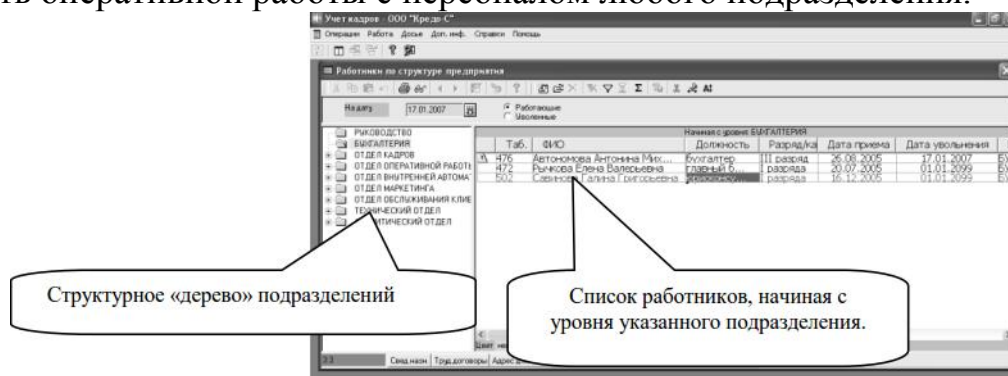
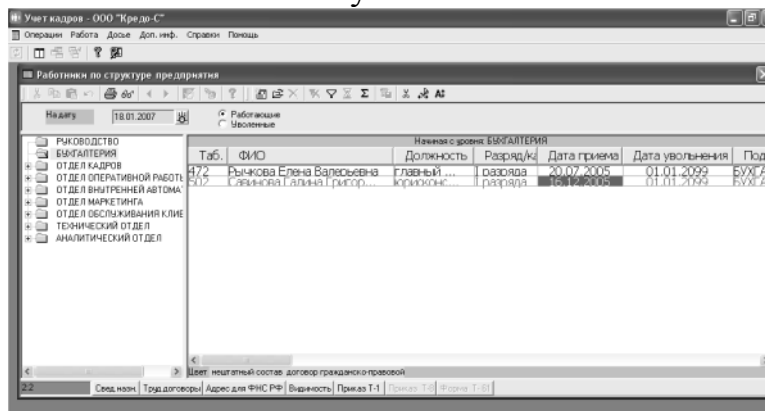

Рисунок10-1
Рисунок 10-2
• Если переключатель установлен в положение *Работающие*, но работник уволен будущим числом, то он будет отмечен в списке значком (Рис.10-1). Если переключатель установлен в положение *Уволенные*, то у всех уволенных работников будет стоять значок (Рис.10-2).